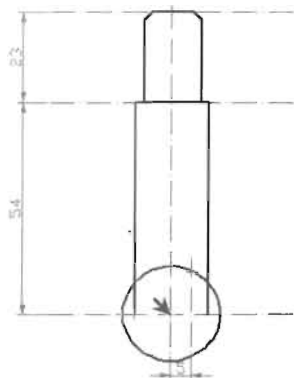

图 6-39
(1) 在命令行中输入 C 并按 Enter 键, 以第一条垂直辅助线与第一条水平辅助线的交点为圆心绘制一个半径为 12 的圆, 如图 6-39 所示。